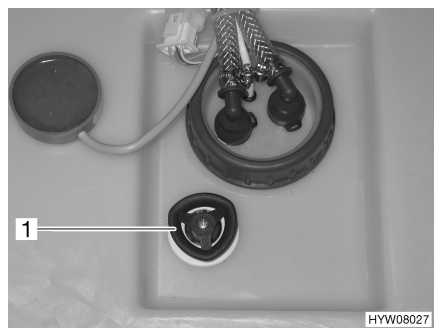

Fig. 82 Réservoir d'eau avec poignée tournante
- Faire tourner à fond dans le sens des aiguilles d'une montre la poignée tournante (Fig. 82,1) située sur le réservoir d'eau.
- Faire tourner la poignée tournante (Fig. 82,1) située sur le réservoir d'eau dans le sens inverse des aiguilles d'une montre jusqu'à ressentir une résistance. L'eau s'écoule, env. 20 litres restent.